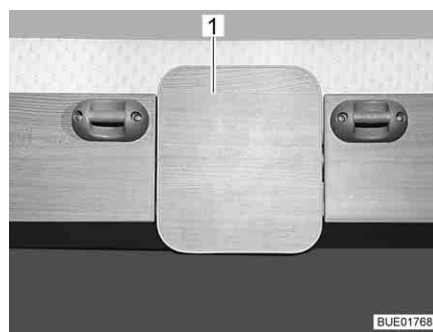
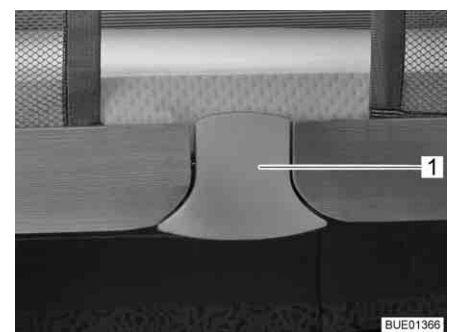

Fig. 86 Sblocco (Premio Plus)
Fig. 87 Sblocco (Averso Plus)
- Estrarre la placca di sbloccaggio (Fig. 86,1 o Fig. 87,1) tirandola verso il basso. Il bloccaggio viene sbloccato.